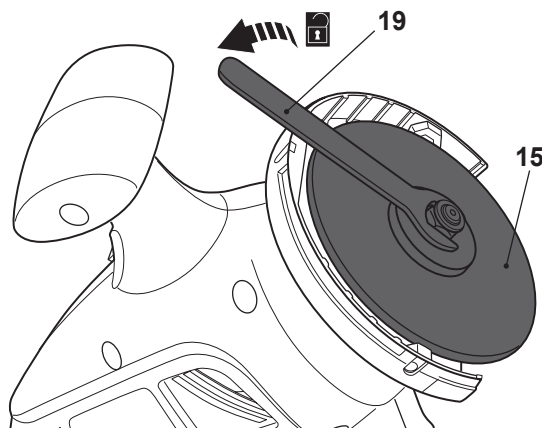

Fig. 14
- > Desaperte e remova a porca, o flange de bloqueio e o disco de desbaste (15) com a chave de bocas (19) (Fig. 14).